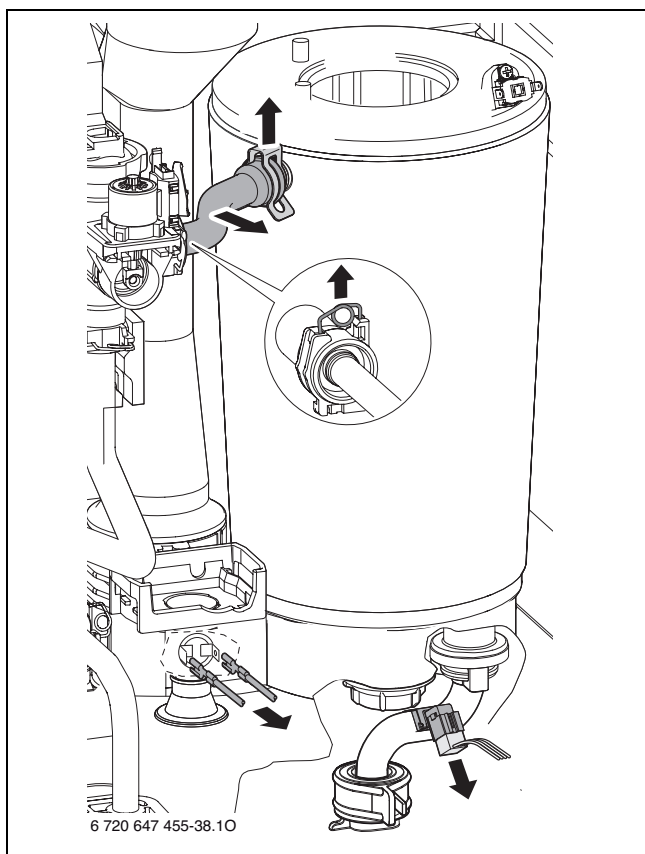

Fig. 95
- ▶ Smontare il tubo di mandata (→fig. 95).